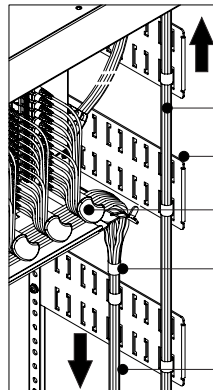

Figura 11C
5. Fije los cordones en las otras guía laterales, llevándolos hasta la última guía lateral del Rack FTH-600 (ver figura 11C).